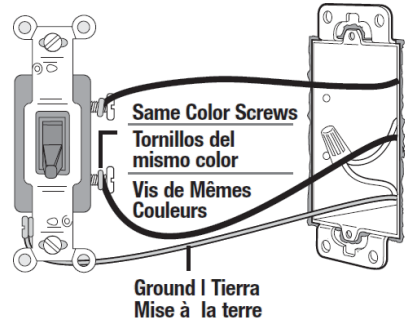
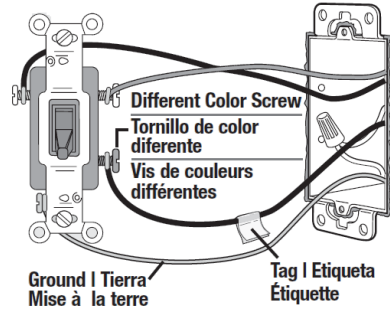

FIG. 3
FIG. 4
- Identifier le type d'interrupteur. Dans le cas d'un appareil unipolaire, les fils isolés sont connectés à deux vis de la même couleur et à une vis de mise à la terre verte (FIG. 3); pour un interrupteur à 3 voies, les fils isolés sont connectés à trois vis et à une vis de mise à la terre verte. Un de ces fils se raccorde à une vis d'une couleur différente (pas verte) identifiée **COMMUN**. Lors du retrait de ce fil, l'étiqueter pour bien l'identifier (FIG. 4).
- Identificar el tipo de interruptor. Un polo tendrá cables aislados conectados a dos tornillos del mismo color, más un tornillo de tierra verde (FIG 3); El interruptor de 3 vías tendrá cables aislados conectados a tres tornillos más un tornillo de tierra verde. Uno de estos cables está conectado a un tornillo de un color diferente (no verde) o etiquetado como **COMÚN**. Etiquetar este cable para identificarlo al retirarlo (FIG 4).
3. Identify switch type. Single pole will have insulated wires connected to two screws of the same color plus a green ground screw (FIG 3); 3-way switch will have insulated wires connected to three screws plus a green ground screw. One of these wires is connected to a screw of a different color (not green) or labeled COMMON. Tag this wire to identify when removing (FIG 4).